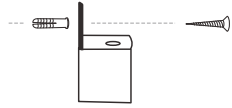

Abbildung 1
1. Befestigen Sie die Wandhalterung auf der flachen Oberfläche mit geschlossenen Mollys und Schrauben in der gewünschten Höhe. (Es wird empfohlen, eine Stufe zu verwenden, um eine ordnungsgemäße Montage zu gewährleisten). (Abbildung 1)